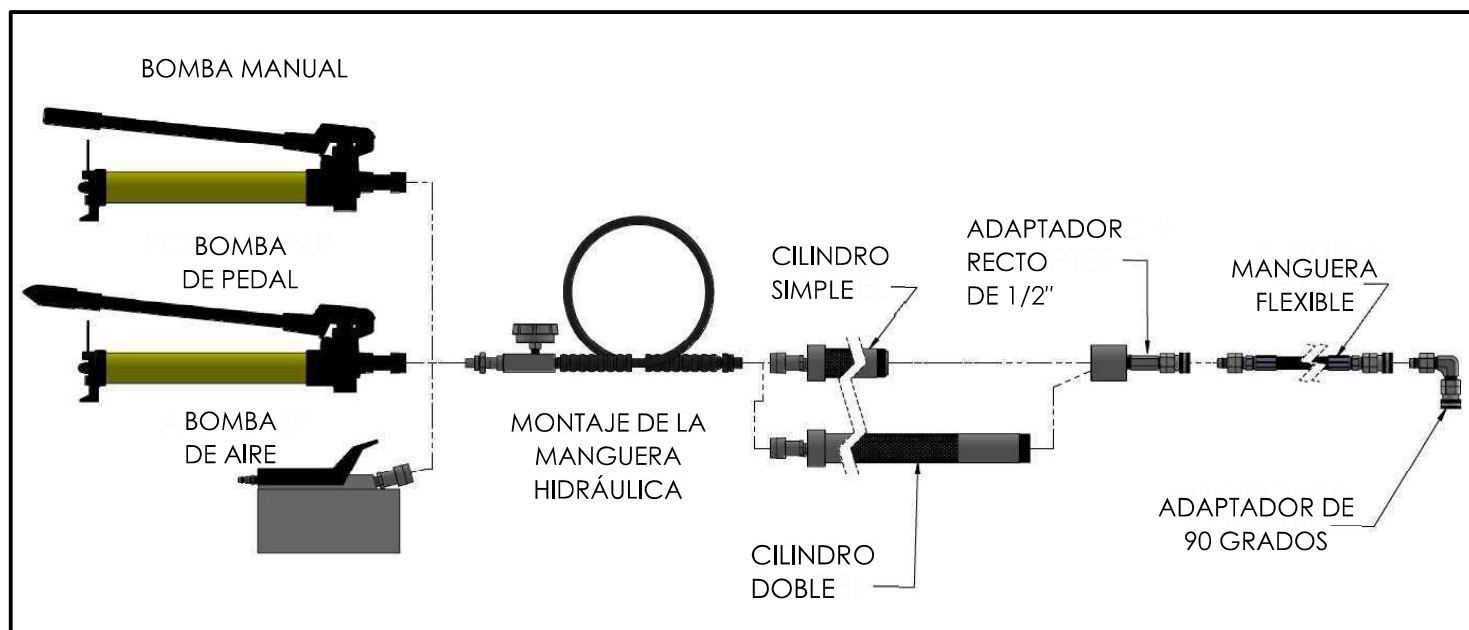

Figura 6
PLIDCO ofrece bombas hidráulicas para selladores con cilindros estándar y largos. Puede elegir entre tres variaciones de bomba diferentes: Bomba manual, bomba de pedal y bomba de aire. Todas utilizan conexiones hidráulicas estándar que son intercambiables entre las unidades. La Figura 6 muestra las diferentes variaciones en las bombas. Todas las unidades vienen en un estuche Pelican® para su almacenaje entre usos.
- 1.) La Figura 6 anterior muestra cómo ensamblar las unidades después de sacarlas del estuche.